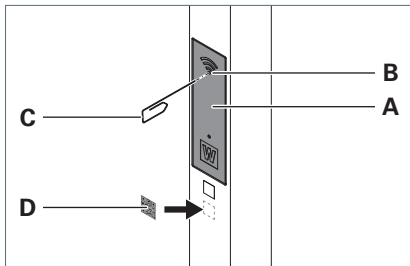

Fig. 2: Aprire lo sportello di manutenzione.
- ▶ Incollare l'etichetta **D**, fornita sfusa, con il codice QR EnOcean, sul tubo di sostegno al di sotto dello sportello di manutenzione, vedi Fig. 2.
- ▶ Per sbloccare lo sportello di manutenzione **A** sul tubo di sostegno, premere con una graffetta curva **C** l'interno dell'apertura **B**, vedi Fig. 2.